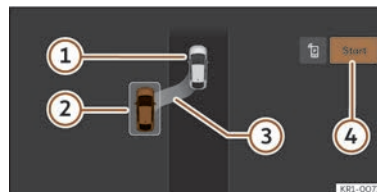
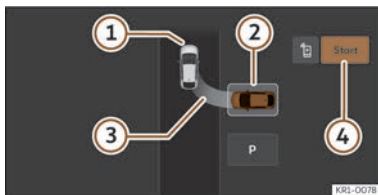

Fig. 160 En la pantalla del sistema de infotainment: posición para aparcar en línea.
Fig. 161 En la pantalla del sistema de infotainment: posición para aparcar en batería.
>>> **fig. 160**, >>> **fig. 161**
- ① Vehículo propio
- ② Hueco de aparcamiento detectado
- ③ Indicación de la maniobra propuesta para aparcar
- ④ Iniciar la maniobra de aparcamiento
- Mire en la visualización de la pantalla del sistema de infotainment si se ha detectado el hueco como “apropiado” y si ha alcanzado la posición correcta para aparcar >>> **fig. 160**, >>> **fig. 161**. Pare el vehículo, siga las instrucciones que muestra infotainment.
- Detenga el vehículo, pise el freno y, tras una breve pausa, pulse la tecla **Iniciar** ④ en el sistema de infotainment.